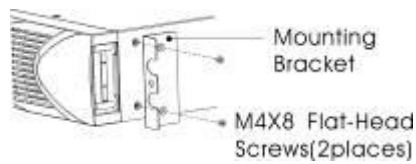

Abb. 6: Fixieren der Montage-Winkel
9. Richten Sie die Montage-Winkel an die Löcher für die Schrauben seitlich der USV aus und fixieren Sie diese mit den mitgelieferten M4x8 Schrauben (s. Abb. 6)